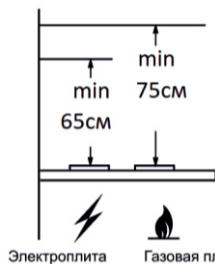

рис. 1
1.2 Вытяжку устанавливают на высоте, как показано на рис. 1.
4.7 Устанавливайте кухонную вытяжку над плитой в соответствии с рис. 1.
- разметьте линию установки нижней части вытяжки над плитой (рис. 1);